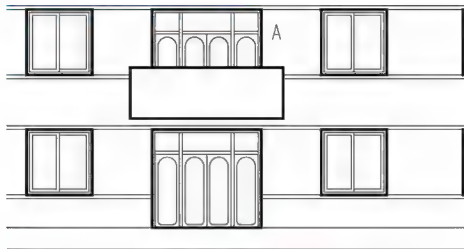

图 4.43 阳台门和窗台线
(4) 用【修剪】命令和【删除】命令,把与阳台重叠的阳台门和窗台线修整至图 4.43 所示的状态。